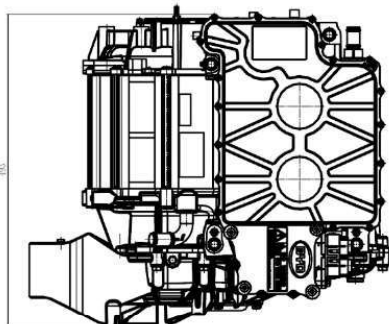

图 7
1) HCEC 前驱电动总成外观尺寸大小 : $A \times B \times C = 568\text{mm} \times 493\text{mm} \times 324\text{mm}$ (见下图 7) :